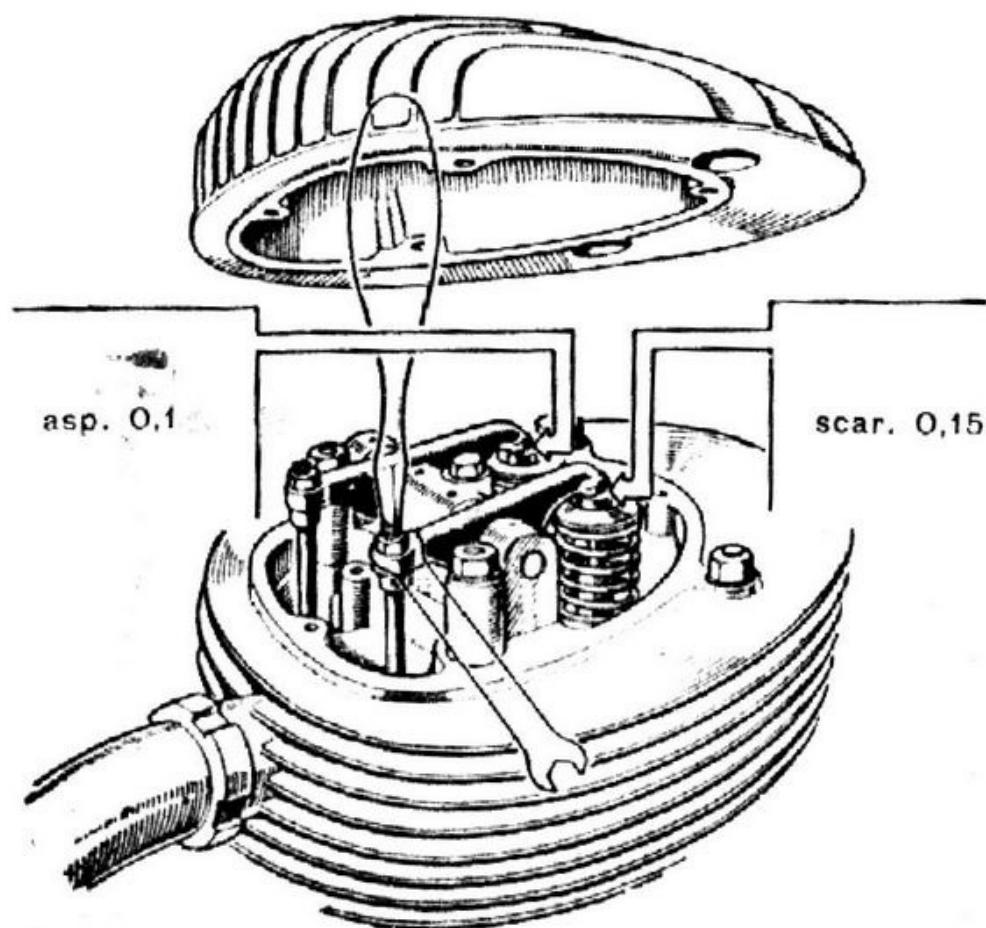

Fig. 10
2. Registrare il gioco tra bilancieri e valvole (fig. 10). L'operazione si effettua a motore freddo e nel modo seguente: togliere il coperchio alla testa del cilindro; controllare il serraggio dei dadi dei prigionieri fissaggio cilindro e testa e successivamente allentare il controdado del registro; avvitare o svitare con il cacciavite il registro onde ottenere il gioco prescritto di mm. 0,1 per valvola di aspirazione e mm. 0,15 per la valvola di scarico; controllare con lo spessimetro indi bloccare il controdado tenendo fermo il registro.